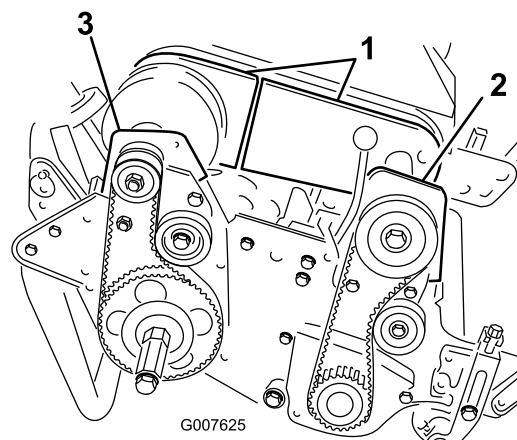

Figure 43
4. Retirez les boulons qui fixent des sections avant et arrière du couvercle du différentiel au boîtier du différentiel, et enlevez les sections pour exposer la courroie (Figure 43).
6. Retirez les 2 boulons et les 2 contre-écrous qui fixent le carter d'embrayage avant à la plaque latérale (Figure 43).
8. Retirez les 2 boulons et les 2 contre-écrous qui fixent le logement de roulement arrière droit à la plaque latérale (Figure 43).